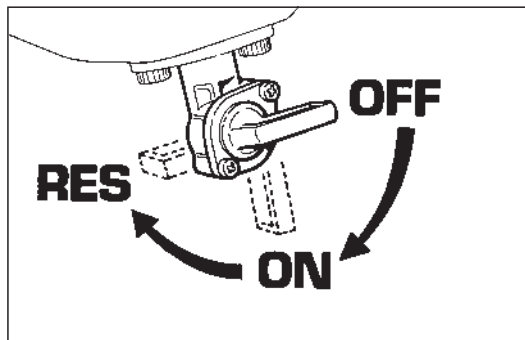

Fig. 7
- ◆ Aprire il rubinetto sotto il serbatoio (Fig. 7).